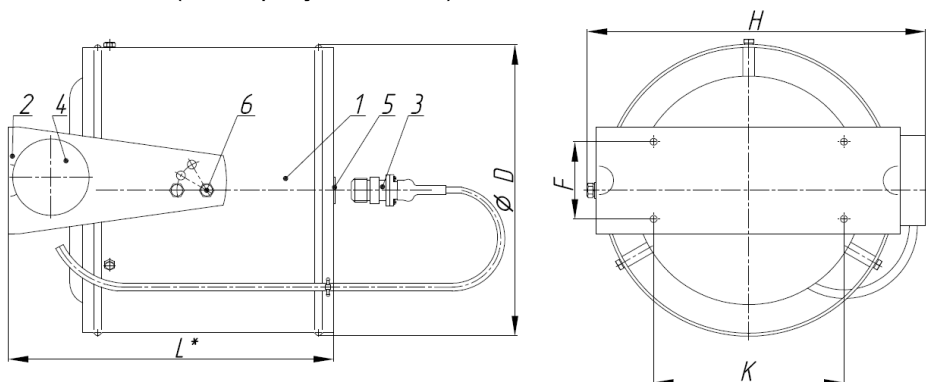

Рис.1. Генераторы огнетушащего аэрозоля «ТОР 1500», «ТОР 3000»
3.1. В комплект поставки (рис.1) входит:
4.1. Устройство генератора (рис.1).
6.2. Монтаж генератора производится с помощью кронштейна крепления поз.2 (рис. 1) на жесткой вертикальной конструкции (стены, колонны и др.). Генераторы при установке должны быть так ориентированы, чтобы при их работе струи огнетушащего аэрозоля не оказывали теплового воздействия на пути эвакуации, судовое оборудование, кабельные трассы, аварийное освещение, предупредительную сигнализацию топливные и масляные цистерны и трубопроводы. Генераторы должны быть удалены от путей эвакуации и других районов, где может присутствовать персонал, по крайней мере, на минимальные безопасные расстояния, определенные в соответствии с циркуляром ИМО MSC.1/Circ.1270 для воздействия температур до 75 °С, но они не должны превышать, по возможности, 2,5 м, а так же от горючих материалов по крайней мере, на минимальные безопасные расстояния для воздействия температур до 200°С. Для монтажа на металлических конструкциях кронштейн крепления закрепляется при помощи 4-х винтов М 6х30, которые привариваются к металлической конструкции, 4-х шайб пружинных 6 и 4-х гаек М 6 (Метизы в комплект не входят). Учитывая, что генератор обеспечивает объемное тушение, то максимально быстро создать концентрацию аэрозоля в зоне возможного возникновения пожара можно направлением оси генератора на неё с помощью 4-х регулировочных винтов М8 поз. 6 (рис. 1).
7.3. Снять заглушку поз. 5 (рис. 1) и вернуть воспламенительный узел поз.3 (рис.1), концы электрокабеля завести в коробку соединительную поз. 4 (рис. 1).
7.8. Соединить концы электрокабеля с соответствующими клеммами коробки соединительной поз. 4 (рис. 1), соблюдая полярность.